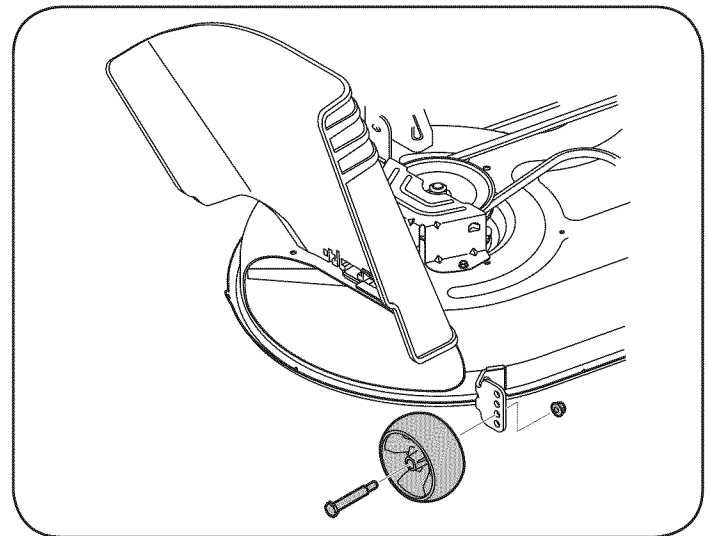

Figura 30
1. Ajustar las ruedas de cubierta mediante la eliminación de la tuerca de la brida y tornillo que sujeta el hombro de cada rueda y llevarlos a uno de los agujeros que permite que las ruedas para estar entre  $\frac{1}{4}$  pulgadas y  $\frac{1}{2}$  pulgada por encima del suelo cuando el tractor se encuentra en un suave, superficie plana, como un camino de entrada. Véase la Figura 30.